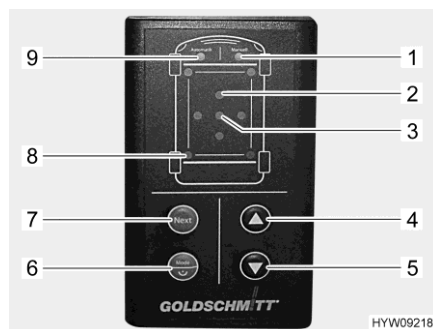

Fig. 37 Elemento di comando (pedini di stazionamento idraulici)
Quando la pendenza del veicolo è troppo elevata, il LED rosso "Inclinazione" (Fig. 37,2) lampeggia. Scegliere posizioni di sosta idonee; qualora non siano adatte, l'utilizzo dei pedini di stazionamento è a proprio rischio e pericolo.
Se a causa di un avvallamento del terreno viene raggiunta la lunghezza massima di uno dei pedini di stazionamento estratti, i LED "Funzionamento manuale" (Fig. 37,1) e "Modalità automatica" (Fig. 37,9) lampeggiano tre volte. In tal caso, chiudere i pedini di stazionamento, posizionare un supporto sotto il piedino interessato e ripetere la procedura.
- Tenere premuto per più di 1 secondo il tasto "On/Off/modalità di funzionamento" (Fig. 37,6). Dopo l'accensione, viene emesso un segnale acustico e il LED "Modalità automatica" (Fig. 37,9) si attiva.
- Premere brevemente il tasto "On/Off/modalità di funzionamento" (Fig. 37,6). La modalità di funzionamento può essere impostata su funzionamento manuale o modalità automatica. Il LED corrispondente (Fig. 37,1 o Fig. 37,9) si illumina.
- Premere il tasto "Apertura" (Fig. 37,5). La procedura di regolazione viene eseguita autonomamente. I LED "Piedino di stazionamento" (Fig. 37,8) lampeggiano quando i pedini di stazionamento sono in movimento.
Se il veicolo è dotato di puntelli ribaltabili: Il movimento dei pedini di stazionamento si arresta dopo che questi sono stati ribaltati per consentire di posizionare sotto un supporto. Il LED "Modalità automatica" (Fig. 37,9) lampeggia rapidamente.
- Premere di nuovo il tasto "Apertura" (Fig. 37,5). La procedura di regolazione prosegue.
- Premere il tasto "Chiusura" (Fig. 37,4). I piedini di stazionamento si ritraggono completamente. I LED "Piedino di stazionamento" (Fig. 37,8) lampeggiano quando i piedini di stazionamento sono in movimento.
- In modalità automatica, premere brevemente il tasto "On/Off/modalità di funzionamento" (Fig. 37,6). Il LED "Funzionamento manuale" (Fig. 37,1) si illumina.
- Prestare attenzione ai LED "Inclinazione" (Fig. 37,2). Se un LED è illuminato, significa che il veicolo deve essere sollevato in corrispondenza del lato indicato.
- Premere il tasto "Next" (Fig. 37,7) fino a quando viene selezionato il paio di piedini di stazionamento desiderato. I relativi LED "Piedino di stazionamento" (Fig. 37,8) si illuminano.
- Premere il tasto "Chiusura" (Fig. 37,4) o "Apertura" (Fig. 37,5) fino al raggiungimento della posizione desiderata.
- Premere di nuovo il tasto "Next" (Fig. 37,7) fino a quando viene selezionato un altro paio di piedini di stazionamento. Proseguire con la procedura fino al completo allineamento del veicolo. Il veicolo è allineato quando il LED verde "Posizione ok" (Fig. 37,3) si illumina.
- Premere contemporaneamente i tasti "On/Off/modalità di funzionamento" (Fig. 37,6), "Apertura" (Fig. 37,5) e "Chiusura" (Fig. 37,4) e tenerli premuti per 3 secondi.
- Dopo la conferma acustica e l'illuminazione del LED "Posizione ok" (Fig. 37,3), rilasciare i tasti. La posizione viene salvata come Posizione ok.